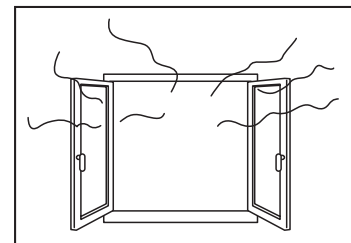

図4
- ※煙、臭い、異常な水蒸気などが発生した場合には、部屋の窓や勝手口の開放またはレンジフードファンを作動させることにより、一時的に排気を促進させなければなりません。(図4)